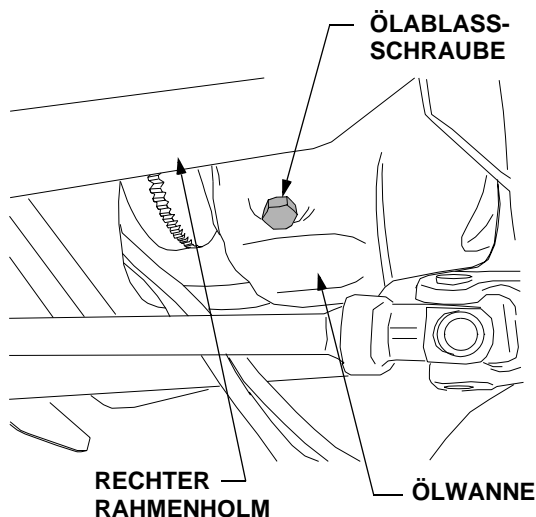

Abbildung 54
- Die Motorölablassschraube auf der rechten Motorseite suchen (Siehe Abbildung 54). Einen geeigneten Behälter zum Auffangen des Altöls unter die Ablassschraube legen.
- Die Ablassschraube wieder einschrauben und evt. verschüttetes Öl abwischen. Siehe Abbildung 54.